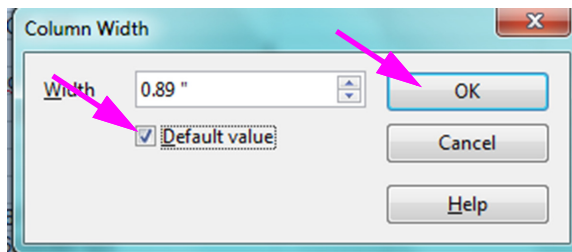

Figura 5-67. Cuadro de diálogo Column Width (Ancho de columna)
7. Aparecerá el cuadro de diálogo Column Width (Ancho de columna). Consulte la figura 5-67.